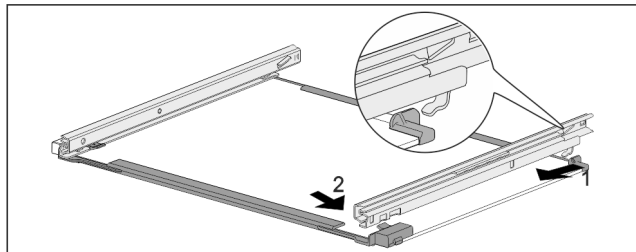

Fig. 78 Стеклопанель с направляющими
- ▶ Зацепите направляющую сзади. Fig. 78 (1)
- ▶ Защелкните направляющую спереди. Fig. 78 (2)